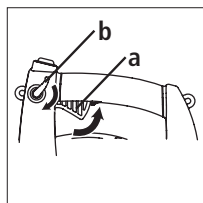

Fig. 18
7. Aperte o gatilho (a) ou pressione o controle de velocidade variável (b) e deixe o equipamento aquecer por 30-60 segundos [Fig. 18].